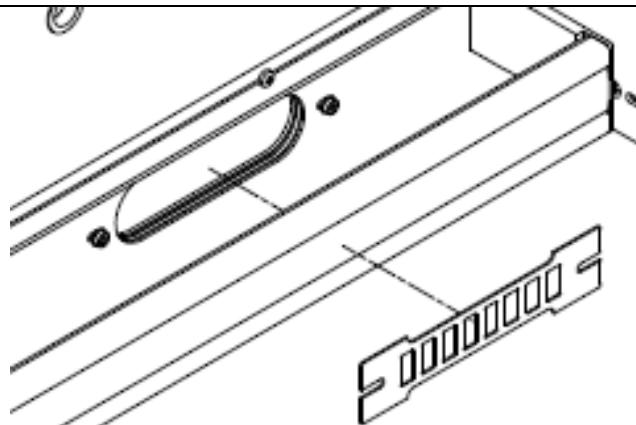

Abbildung 43
7. Es besteht die Möglichkeit, ein zusätzliches Schutzgitter am Bohnenablauf anzubringen. Lösen Sie dazu die beiden M5-Schrauben an den Enden der Öffnung und schieben Sie die Enden des Gitters mit der Gabelaussparung bis zum Anschlag in eine Schraube und dann in Richtung der anderen zurückziehen (Abb. 43).